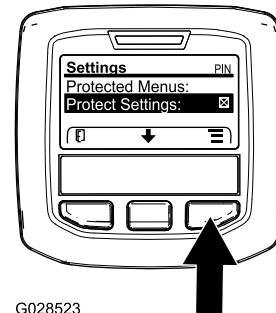

Figura 11
- Desde el menú PRINCIPAL, utilice el botón central para desplazarse hacia abajo hasta el menú CONFIGURACIÓN y pulse el botón derecho (Figura 11).